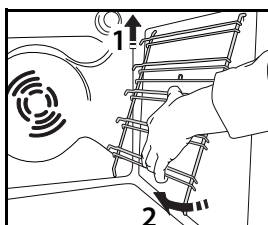

Fig. 5
2. Para remover as grelhas, levante-as (1) e volte-as (2) como indicado na Fig. 5.